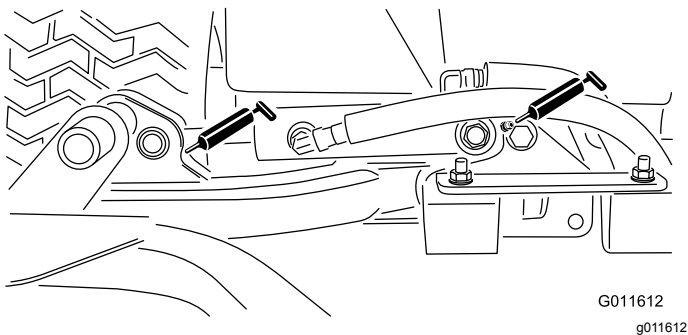

Figura 61
- Cilindros do braço de elevação da unidade de corte (2 cada) – Figura 61
- Articulações do braço de elevação (1 cada) – Figura 61